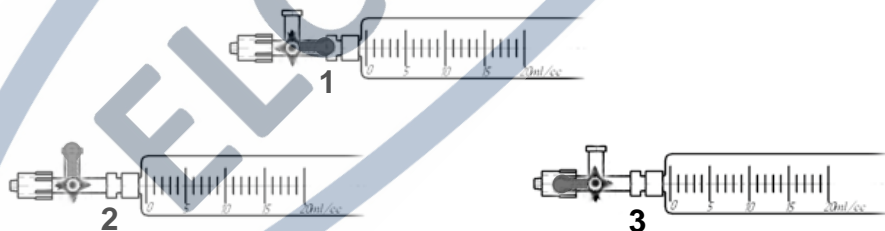

Рис. 1. Позиции ручки трехходового краника на пробоотборнике ELCHROM
8.5. Поверните ручку трехходового краника в позицию **2** (Рис. 1) и оттяните поршень.